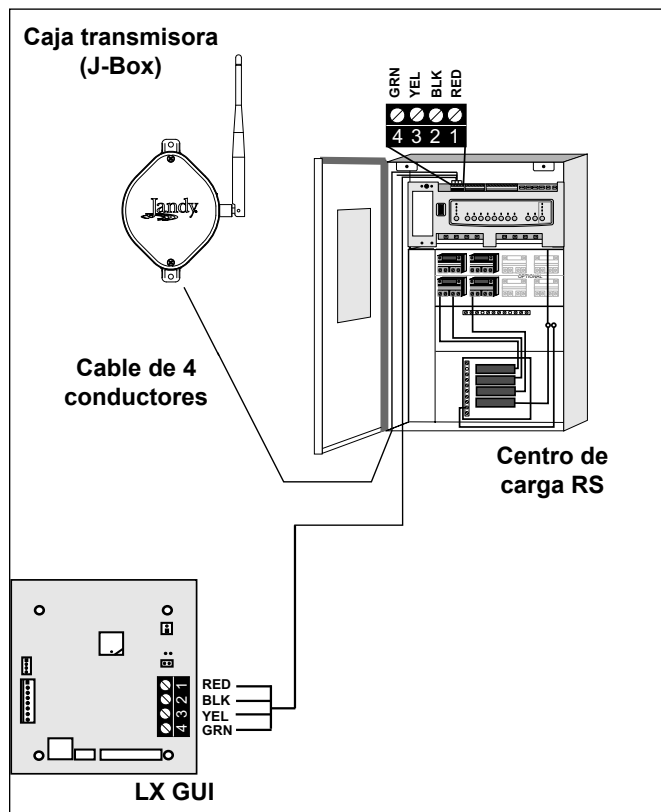

Figura 10. Conexión de la caldera LX al centro de carga
3. Instale un cable de cuatro conductores desde el LX GUI, conector rojo de 4 clavijas al centro de carga, conector de 4 clavijas (véase Figura 10)